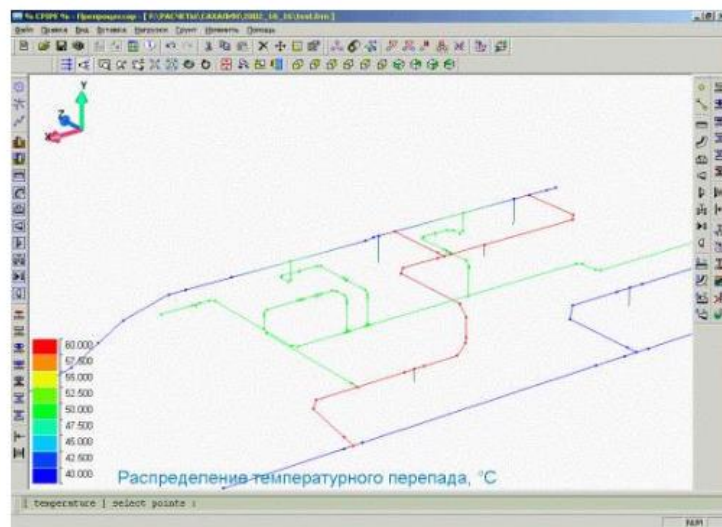

Рис. 5.6.3. Распределение температурного перепада в трубопроводной системе
1. Выполните пункт меню "Нагрузки\Температурный перепад" ("Loads\Temperature Difference") или пиктограмму  панели инструментов "Граничные условия". В результате в графическом окне препроцессора должна появиться модель конструкции, раскрашенная по значениям температурного перепада в трубопроводных элементах (рис. 5.6.3.).